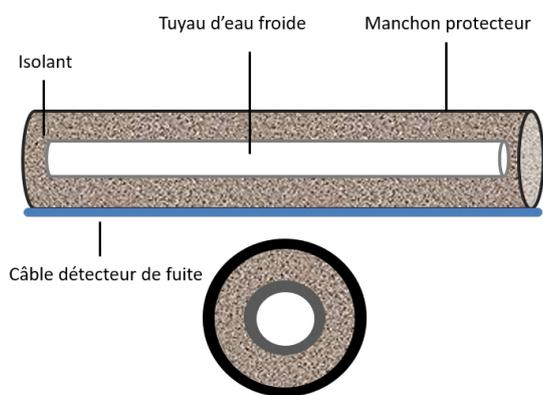
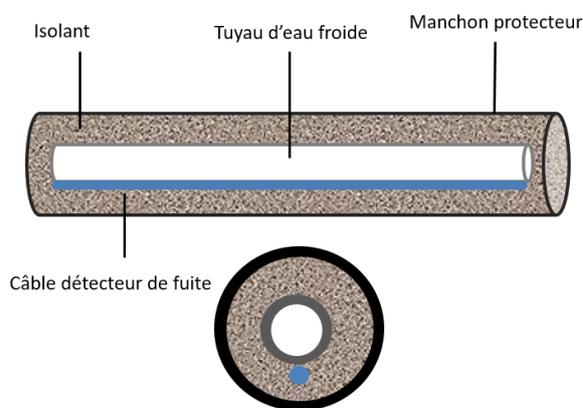

Figure 2.3.1
Figure 2.3.2
Pour les tuyaux dans l'isolant (sans bac de rétention), les figures ci-dessous (figure 2.3.1 et figure 2.3.2) présentent les deux types d'installations possibles.
Explications de l'installation (Figure 2.3.1 & Figure 2.3.2) :
- Le câble détecteur est installé à l'extérieur du calorifugeage, sur le diamètre extérieur du manchon protecteur. (Figure 2.3.1) ;
- Le câble détecteur est installé à l'intérieur du calorifugeage, sur le diamètre extérieur du tuyau d'eau froide. (Dans ce cas, veuillez à prendre en compte les phénomènes de condensation.) (Figure 2.3.2).